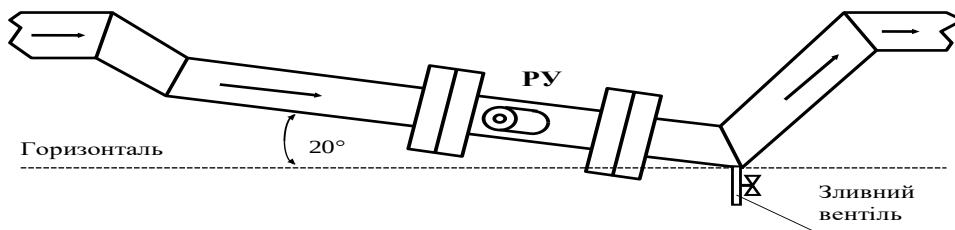

Рис. 1. Приклад розміщення РУ в частково заповненому трубопроводі.
РУ встановлюється в розрив трубопроводу. Ділянка трубопроводу, яка обирається для врізки РУ, повинна розташовуватися в горизонтальній площині (відхилення від горизонталі в межах 0° - 20° , рис. 1). Втулки з датчиками витрат та вісь потоку розташовані в одній площині. Допускається обертання цієї поверхні навколо осі потоку на $\pm 20^{\circ}$. РУ може встановлюватися в вертикальному положенні, однак подача теплоносія при цьому повинна здійснюватися під тиском у напрямку знизу вгору для забезпечення заповнення РУ водою. Встановлювати ВД у спадаючому потоці можна, якщо виконується вимога щодо мінімального тиску на виході ВД – не менше, ніж 2 бар
■ У всіх випадках РУ слід розташовувати в зоні трубопроводу, що забезпечує його **повне заповнення водою**, тому що при відсутності води лічильники припиняють роботу, і діагностується несправність. При експлуатації лічильника теплової енергії в умовах, коли можливо неповне заповнення РУ теплоносієм за рахунок перерв в його подачі або при роботі на забрудненому теплоносії (відшарувалася накип, іржа, ...), кращим є варіант розміщення РУ, наведений на рис. 1.
Для видалення залишків теплоносія з нижньої частини трубопроводу в конструкції, наведеної на рис. 1, можна передбачити зливний вентиль.